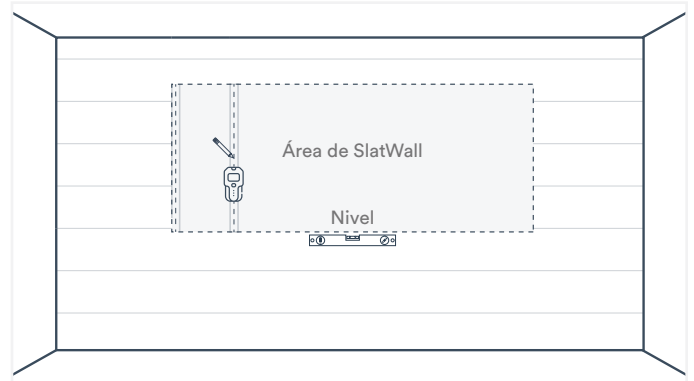

Fig. 27
3. Instale los paneles Trusscore Wall&CeilingBoard como se detalló anteriormente, dejando una abertura para la instalación de SlatWall según lo determinado por la guía de espaciado proporcionada en el Paso 1 (Fig. 27).